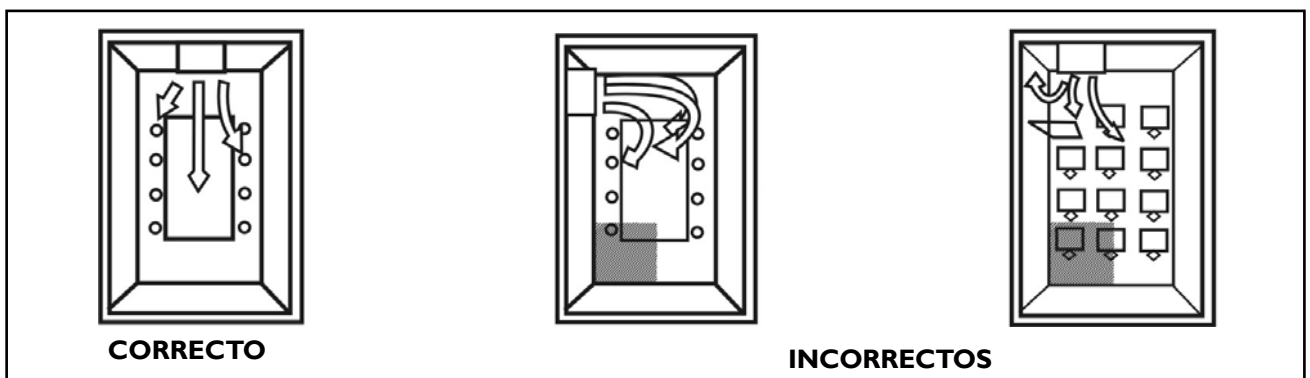

FIGURA 10 - UBICACIÓN DE LA EVAPORADORA EN EL AMBIENTE
- b) A posición de la unidad debe ser tal que permita la circulación uniforme del aire en todo el ambiente (figura 10)